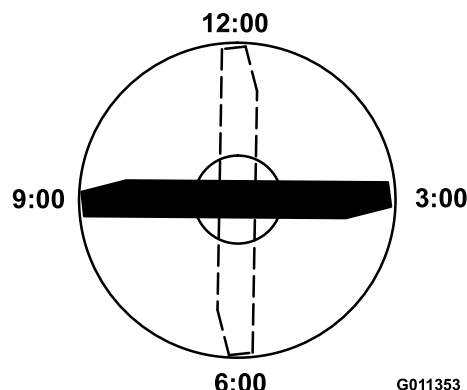

Figure 70
3. Positionnez le tranchant de l'extrémité repérée à la position 12 heures (droit devant dans la direction de la tonte) et mesurez la hauteur de la surface plane au tranchant de la lame (Figure 70).
4. Tournez l'extrémité repérée de la lame aux positions 3 et 9 heures et mesurez les hauteurs respectives (Figure 70).